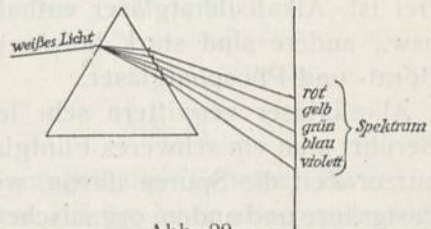

Abb. 29.
— wird beim Durchgange durch ein Glasprisma in seine farbigen Bestandteile **zerlegt**. (Abb. 29.) Man sieht diese Farben, die stets in derselben Reihenfolge erscheinen, auf einer weißen Auffangfläche in einem bunten Streifen oder Farbenband, das man „**Spektrum**“
2. Beim Durchgange durch eine Linse erleidet das weiße Licht nicht nur eine Brechung (Ablenkung) (Abb. 28), sondern auch eine Zerlegung in seine farbigen Bestandteile (s. S. 37, Abb. 29).